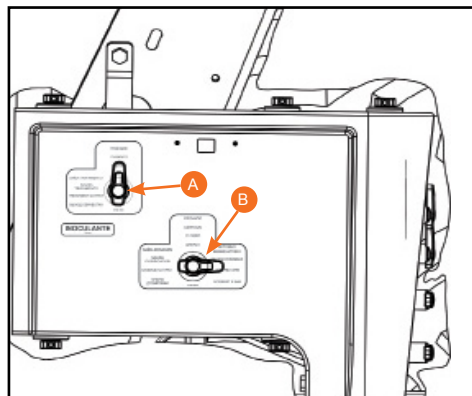

Figura 56
- Coloque o registro (A) na posição de *Fechado*, e o registro (B) na posição de *Retorno Reservatório* (Figura 56).